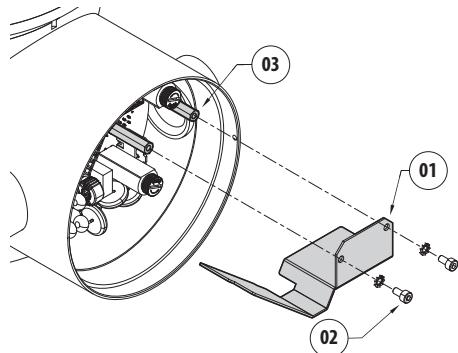
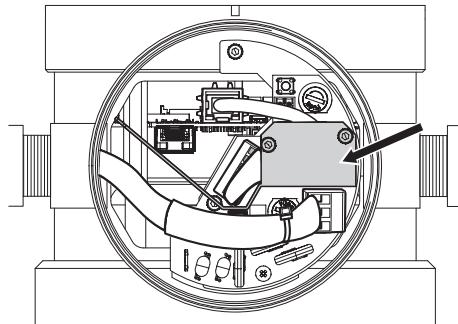

Abb. 17
Abb. 18
Die Barriere (01) mit den geeigneten Schrauben und Scheiben (02) an den vorgesehenen Abstandsstücken (03) befestigen (Abb. 17, Seite 102 und Abb. 18, Seite 102).